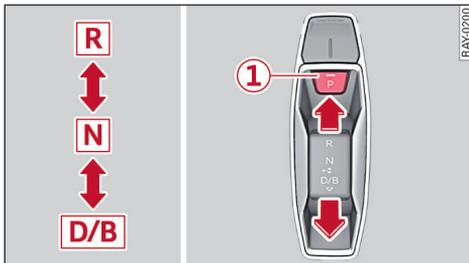

图 64 中控台：选档杆
- ▶ 按 P 按钮 ⇨ 76 页，图 64。驻车制动器被拉紧。自动挂入驻车档 P（驻车锁止档）。驱动系统被关闭。